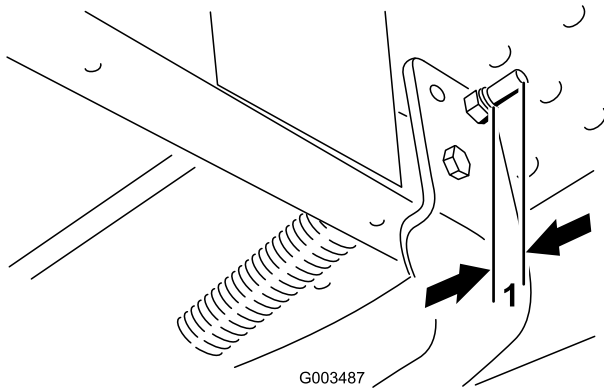

Bild 19
3. Ziehen Sie die Sicherungsmuttern an, mit denen die Federstangen befestigt sind, bis 6 mm bis 13 mm des Gewindes sichtbar ist, um die Feder zu spannen (Bild 19).